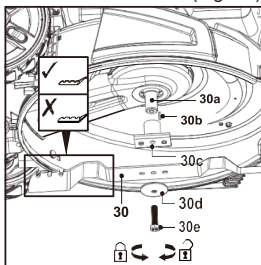

Fig. 27
1. Păstrați partea inferioară și dispozitivul de tăiere (30) curate și fără resturi. Îndepărtați resturile din canalul de evacuare spate (29).
2. Verificați periodic toate piulițele și șuruburile pentru strângere înainte de utilizare. După utilizare prelungită, mai ales în condiții de sol nisipos, dispozitivul de tăiere (30) se va uza și va pierde o parte din forma originală. Eficiența tăierii va fi redusă și dispozitivul de tăiere trebuie înlocuit.
3. Păstrați dispozitivul de tăiere (30) ascuțit pentru a asigura o performanță bună de tăiere. Înlocuiți un dispozitiv de tăiere uzat sau deteriorat cu unul nou de același tip sau ascuțiți-l la un specialist calificat.
4. Dacă ridicarea produsului nu este posibilă, înclinați-l spre partea dreaptă astfel încât partea cu capacul rezervorului de combustibil (9) să fie în sus. Aceasta ajută la prevenirea scurgerii de combustibil și la pornirea mai dificilă din cauza inundației carburatorului (14).
5. Slăbiți șurubul hexagonal (30e) în sens invers acelor de ceasornic folosind o cheie potrivită (mărimea 17 mm) și îndepărtați-l împreună cu șaiba cupă (30d), dispozitivul de tăiere (30), suportul lamei (30c) și știftul (30b) de pe axul (30a) (Fig. 27).
7. Înlocuiți dispozitivul de tăiere (30) cu unul nou de același tip. Verificați starea flanșei pe suportul lamei (30c), apoi atașați corect dispozitivul de tăiere (30) și fixați ansamblul cu șaiba cupă (30d) și șurubul hexagonal (30e). Strângeți șurubul hexagonal (30e) în sensul acelor de ceasornic cu 40-45 N.m pentru a asigura funcționarea în siguranță a produsului dumneavoastră (Fig. 27).